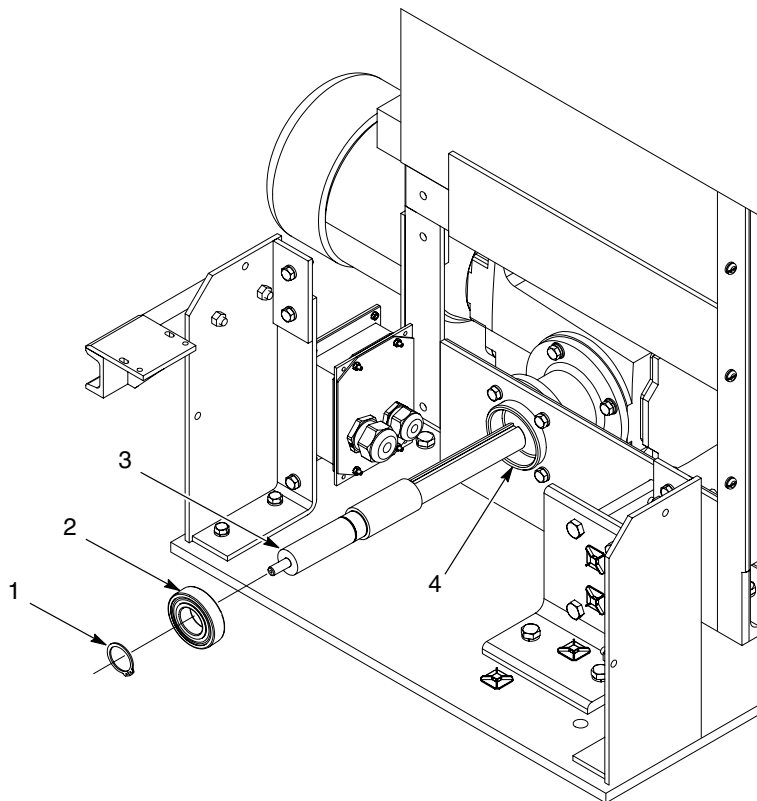

Bild 20 Byte av lager och växellådsmotorns axel
3. Se bild 20. Tag av hållarens låsring (1) från drivmotorns axel (3). Tag av drivmotorns axel från adaptern (4).
4. Inspektera drivmotorns axel (3) för ev. slitage eller skada och byt ut vid behov.
5. Tag av lagret (2) från adaptern (4).